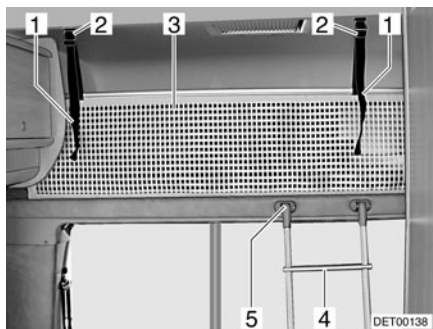

Fig. 88 Cama de alcoba
Para subir a la cama de alcoba, utilizar la escalera de ascenso (Fig. 88,4) equipada de serie.
- Enganchar la escalera con los largueros en el soporte (Fig. 88,5) del panel de la alcoba.
La red de seguridad (Fig. 88,3) viene de serie entre el colchón y el somier. Tender la red de seguridad cuando las personas ya se encuentren en la alcoba.
- Engatillar las cintas de sujeción (Fig. 88,1) en los soportes en el techo (Fig. 88,2).